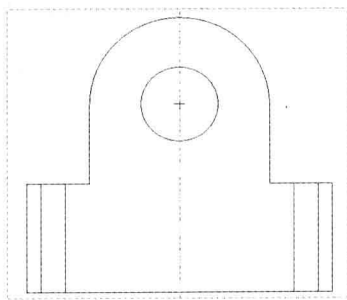

图 2-69 绘制圆弧 2
Step 04 向右上方拖曳鼠标至右上角的端点处并单击鼠标左键，确认终点，单击鼠标中键，即可通过圆心和端点绘制圆弧，效果如图 2-69 所示。